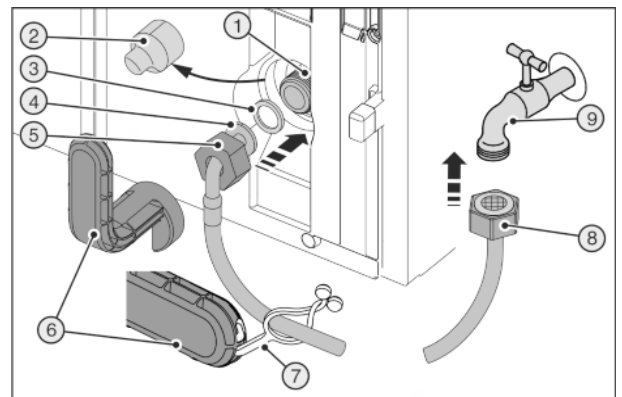
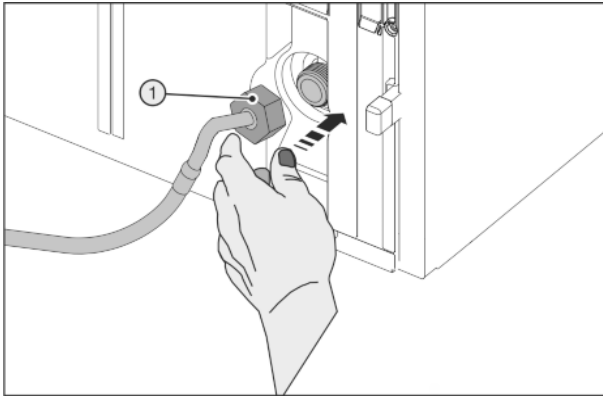

Fig. 28
Fig. 29
Törött segédszerszám Fig. 28 (6)!
- ▶ Kizárólag szobahőmérsékleten használja a segédszerszámot Fig. 28 (6).
- ▶ Húzza le a burkolatot Fig. 28 (2).
- ▶ Egyszerűsített szerelés: Fektesse a tömlő egyenes végét Fig. 28 (3) bal felé a padlóra.
- ▶ Tolja fel teljesen az anyát Fig. 28 (5) a meghajlított tömlővéghez Fig. 28 (4), és tartsa meg.
- ▶ Nedvesítse meg a tömítést Fig. 28 (3), és nyomja be az anyába Fig. 28 (5).
- ▷ A tömítés Fig. 28 (3) besimul, és a helyén marad.
► Óvatosan tegye fel az anyát Fig. 29 (1), és két ujjal, egyenesen tartva csavarja fel a menetre, míg biztosan ül a helyén.
► Húzza meg az anyát Fig. 29 (1) a segédszerszámmal Fig. 28 (6) az óramutató járásával megegyező irányban, míg el nem éri a maximális nyomatékot, és a segédszerszám Fig. 28 (6) leforog.
► Csavarja fel az anyát Fig. 28 (8) az elzáró szelepre Fig. 28 (9).
► Húzza meg az anyát Fig. 28 (8) a segédszerszámmal Fig. 28 (6) az óramutató járásával megegyező irányban, míg el nem éri a maximális nyomatékot, és a segédszerszám Fig. 28 (6) leforog.
► Nyissa ki a vízellátás elzáró csapját Fig. 28 (9), és ellenőrizze a teljes vízrendszer tömítettségét.
► Akassza be a fület Fig. 28 (7) a segédszerszámba Fig. 28 (6), és tárolás céljából rögzítse a rozsdamentes acél-tömítőre.